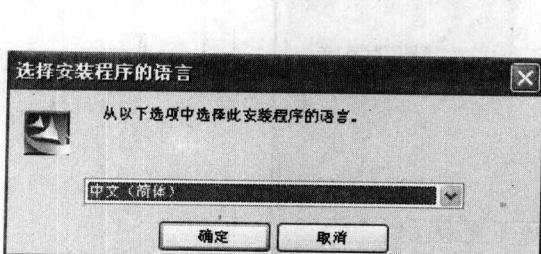

图 1-2 选择安装程序的语言对话框
(2) 单击界面上程序栏目中的“电子图板安装”选项，弹出“选择安装程序的语言”对话框，如图 1-2 所示。系统提供英语、中文（繁体）和中文（简体）3 个选项，默认选项为中文（简体）。